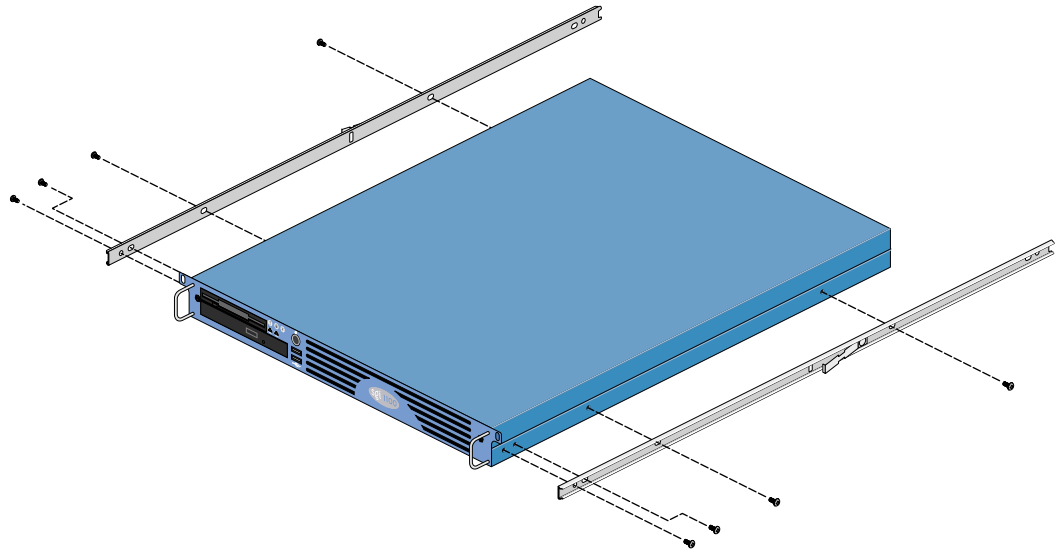

Figure 2-8 Fixation des rails sur le châssis du serveur SGI 1100
1. A l'aide des quatre vis M4xL5 (voir le Tableau 2-2), fixez l'un des rails du châssis sur la partie droite du châssis du serveur SGI 1100. Assurez-vous que le rail est correctement positionné (voir la Figure 2-8 pour plus de détails).